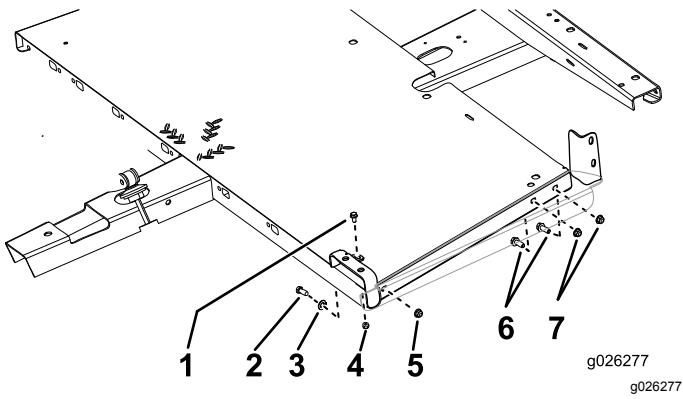

Figure 4
1. Montez les panneaux de plancher sur le cadre, comme montré à la **Figure 4**.